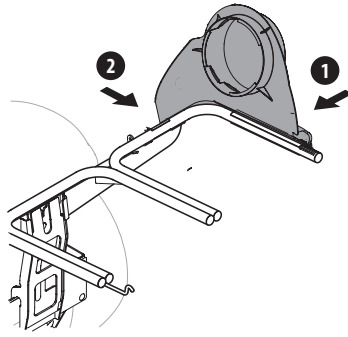

Figura 7
1. Coloque a presión el soporte del canal superior (731-17091A) en su lugar primero sujetando la porción lateral en el riel del conjunto del soporte (1). Consulte la Figura 7.
2. Coloque a presión el lado delantero del soporte del canal superior al riel (2), como se muestra en la Figura 7.